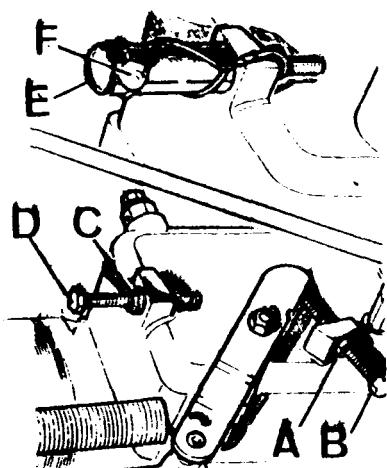

Fig. A3-41 Tornillos de regulación de revoluciones
- b) Despues de aflojar la contratuerca, A (Fig. A3-41) se hará girar el tornillo de ajuste, B, lo que sea necesario, hacia la derecha para aumentar la velocidad, o hacia la izquierda para disminuirla.
- b) Después se aflojará la contratuerca, C (Fig. A3-41) y se girará el tornillo de ajuste, D, hacia la izquierda para aumentar de revoluciones o hacia la derecha para disminuir. A la vez se irán haciendo sucesivas comprobaciones de revoluciones con el tacómetro, hasta conseguir las 4.200 r.p.m.
- c) Una vez conseguidas las 4.200 r.p.m., apretar la contratuerca, C (Fig. A3-41) y montar el capuchón, E, y el precinto, F.